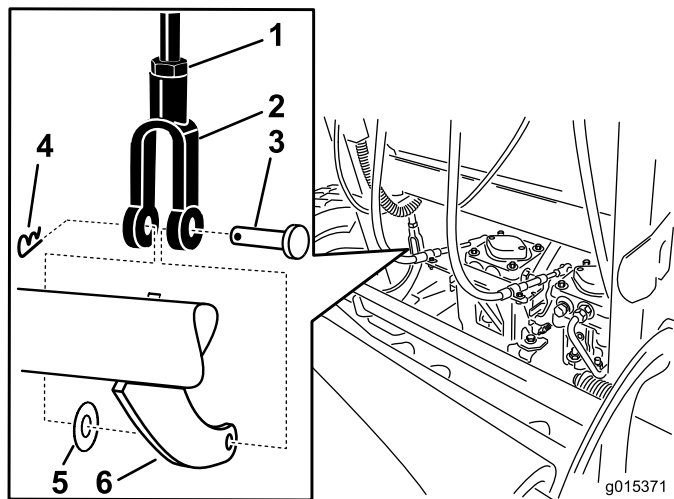

Figure 64
5. Pour régler le frein, retirez la goupille fendue et l'axe de chape du levier de frein inférieur et de la chape (Figure 64).
6. Desserrez l'écrou de blocage (Figure 64).
7. Tournez la chape (Figure 64).
8. Fixez la chape au levier de frein inférieur avec la goupille fendue et l'axe de chape (Figure 64).
9. Resserrez l'écrou de blocage (Figure 64).